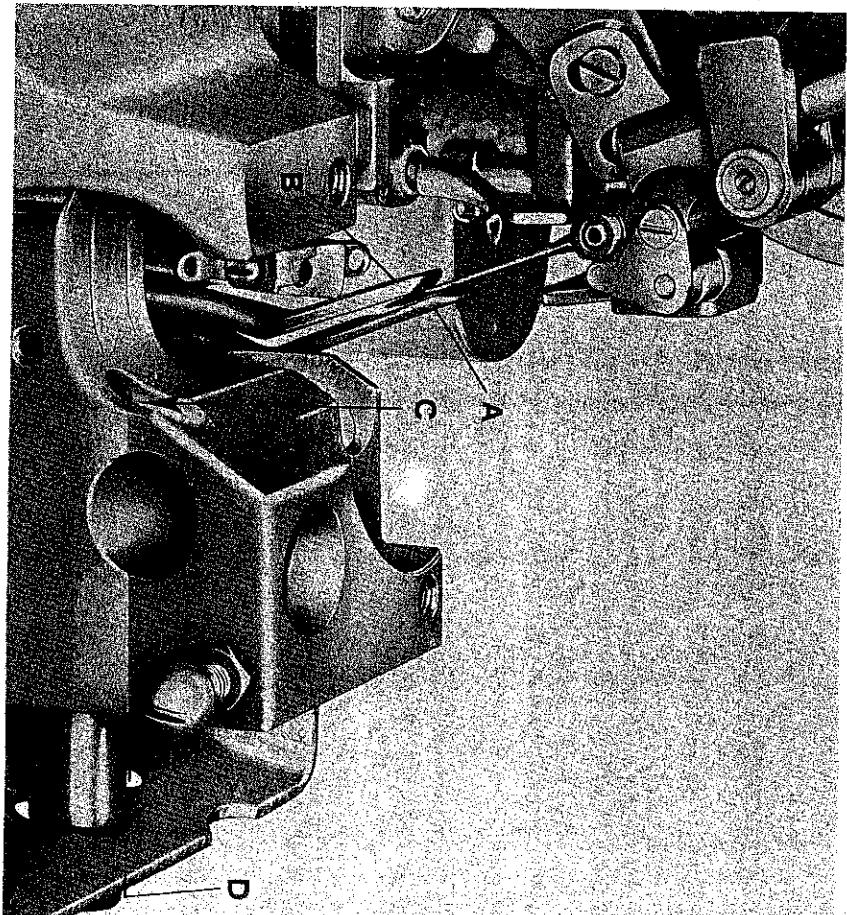

Fig. 12
Fig. 12 bis - spingi asola e salva ago (329)
Fig. 12 ter - spingi asola (330)
Lo spingi asola A (fig. 12) deve essere montato in modo che, con ago al punto morto inferiore, sia accostato a questo e la punta del crochet inferiore nella sua corsa verso destra venga a sfiorare l'ago stesso. In questa posizione bloccare lo spingi asola con la vite C (fig. 12).
Montare il salva ago B (fig. 12), avvicinandolo all'ago quando questo si trova al punto morto inferiore.
Bloccare il salva ago con la vite D (fig. 12), alla quale si accede attraverso il foro appositamente previsto, sulla parte anteriore del carter laterale.
The front needle-guard must be fixed so that it is close to the needle when the latter is at its lowest point of travel, and the point of the lower looper at the same time grazes the needle. Fix it in this position with the screw C (Fig. 12).
Fix the rear needle-guard B (Fig. 12), bringing it up to the needle when the latter is at its lowest point of travel. Fix the rear needle-guard with the screw D (Fig. 12) which is accessible through the hole bored in the front part of the side cover.